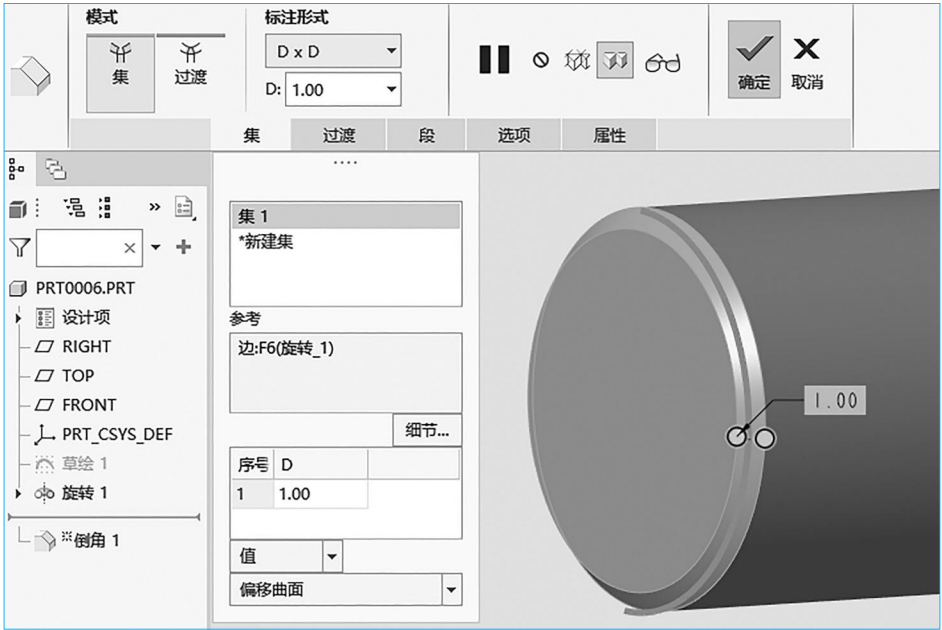

图 2-14 倒角对象的选择
(1) 单击  倒角 按钮，打开倒角特征控制器，如图 2-13 所示，选择 ，单击  集 按钮，选择实体左端面边，输入参数 1，如图 2-14 所示，单击 ，完成操作。
（2）创建右端倒直角特征。重复使用倒直角命令，完成绞杆右端面边倒直角操作，效果如图 2-14 所示。